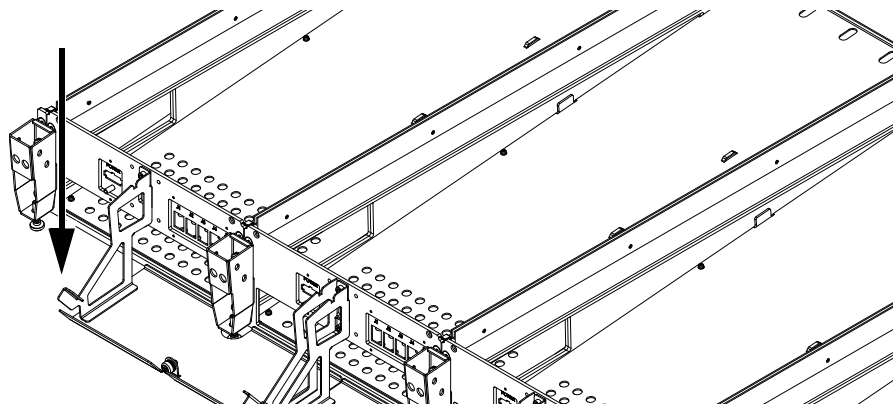

図 27. テーブルタップ AC およびワークステーション用 Ethernet を通す穴
- 1 外側のサイド・カバーを取り付ける前に、単一 Ethernet（ワークステーション用）ケーブル、およびリア・パネルを横切ってテーブルタップにつながれている AC 電源が、外側のリア・パネルの右（または左）の穴に下向きに通されていることを確認します（図 27 を参照）。